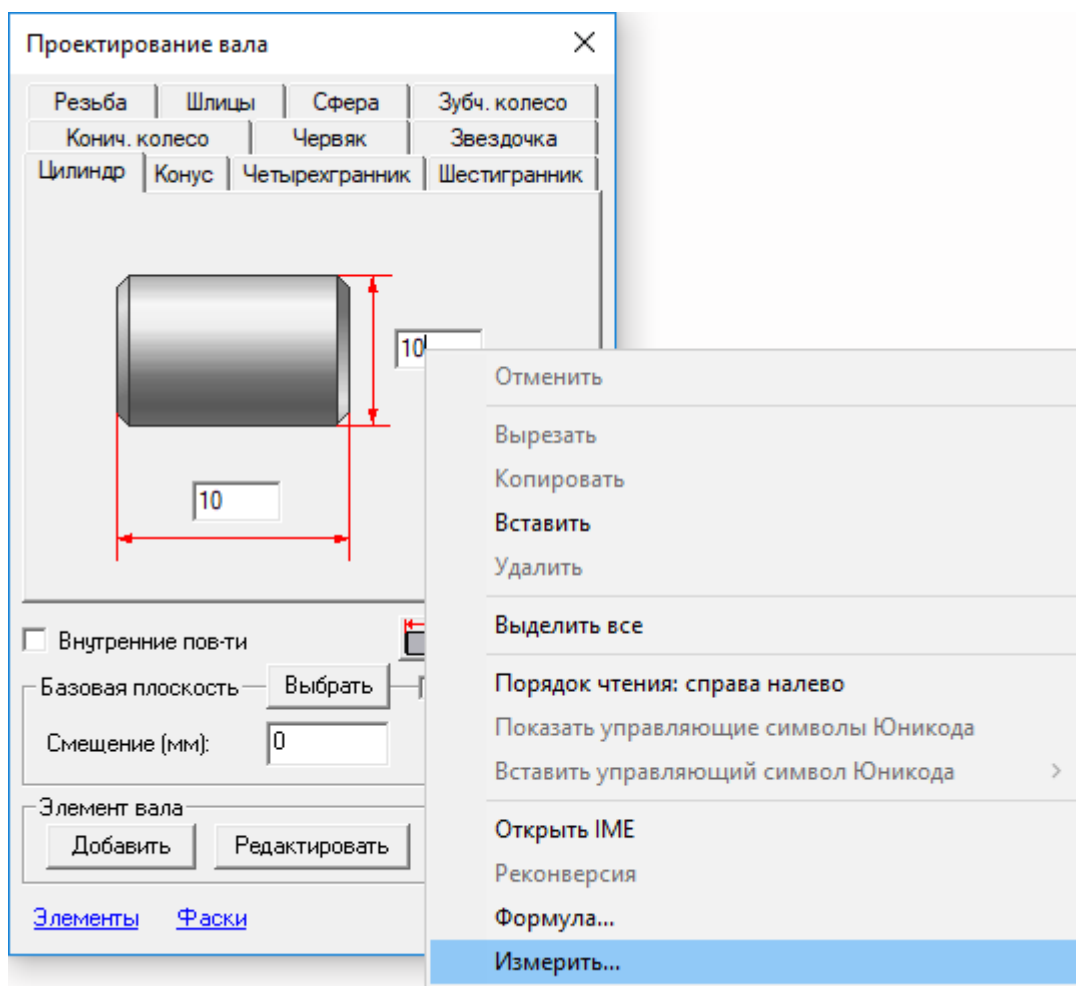

Рисунок 4-6
- Вызвать контекстное меню в поле ввода и выбрать команду **Измерить...** (Рисунок 4-6).